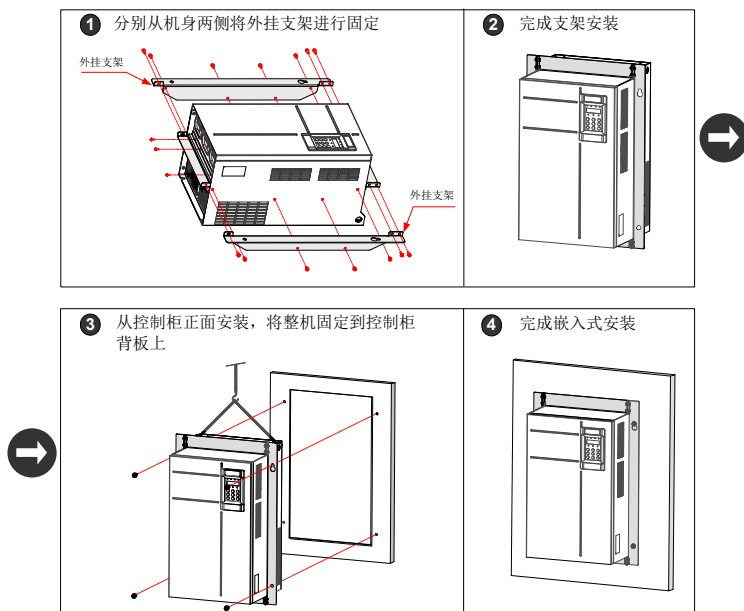
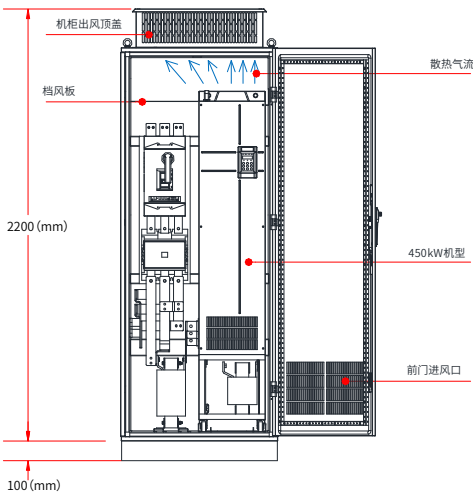

图 3-11 MD480T45G(B)-MD480T160G 机型嵌入式安装示意图
图 3-12 直排风机柜示意图
- 安装空间要求如图 3-3 所示，需要保证变频器有足够的散热器空间，预留空间时请考虑柜内其他器件的散热情况，如图 3-11、图 3-12；